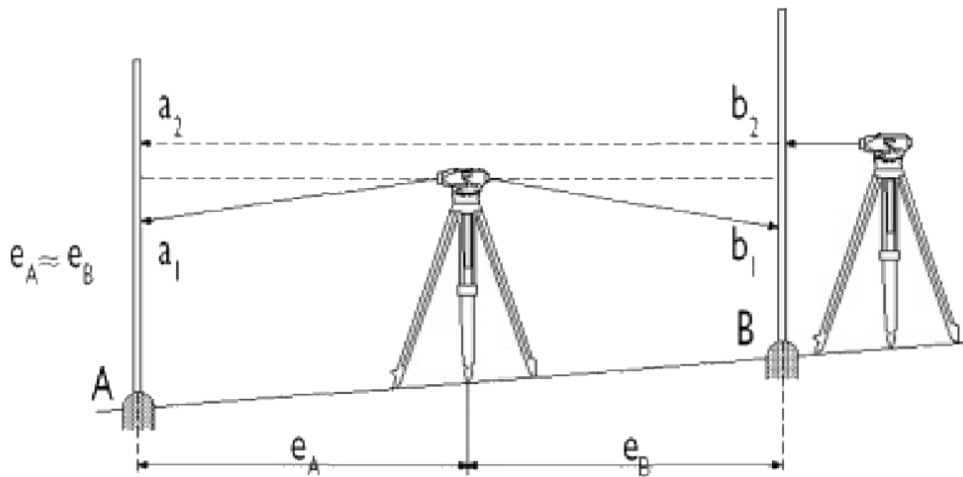

Рисунок 4: Проверка горизонтальности линии визирования
1. Поверка: Установите инструмент посередине между двумя рейками, установленными в точках А и В приблизительно на расстоянии 30 – 40 м. Возьмите отсчет $a1$ по рейке А и отсчет $b1$ по рейке В (см. рисунок 4). Из-за идентичных расстояний, разница по превышениям будет корректна, даже если линия визирования не отъюстирована. Теперь установите инструмент на расстоянии около 2 м от рейки В и возьмите отсчет $b2$. Вычисленное значение $c=b2+d$ должно быть равно отсчету $a2$ по рейке А, если линия визирования отъюстирована.